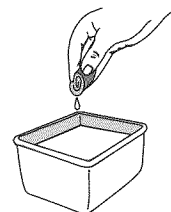

Fig. 22
3. Lavez le filtre dans un mélange d'eau et de détergent (Fig. 22). Rincez le filtre abondamment. Essorez-le. Laissez-le sécher complètement.